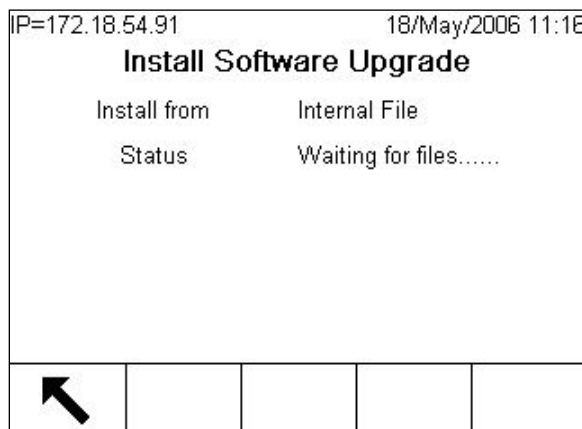

Figure 4-3 : Mise à niveau du micrologiciel – En attente de fichiers
7. Appuyez sur la touche programmable DÉMARRER  pour exécuter la mise à niveau. Si le fichier ne figure pas dans le dossier Upgrade, l'écran illustré sur la Figure 4-3 s'affiche. Exécutez la copie depuis InSite pour continuer le processus. Appuyez sur la touche programmable QUITTER  pour interrompre le processus et revenir à l'arborescence de la configuration.